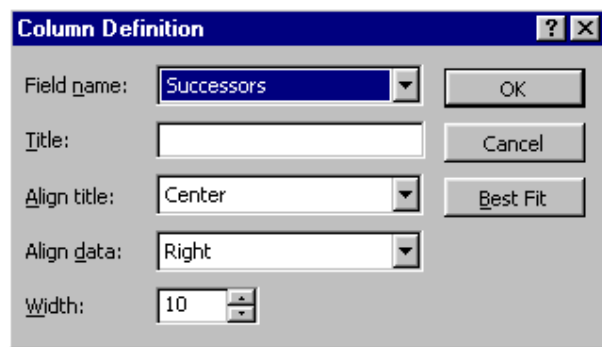

Fig.3.2 Căsuța de dialog “Column Definition”
2. Din meniul **Insert** se selectează **Column**, după care MP va afișa o căsuță de dialog, “**Column Definition**” (Fig.3.2)